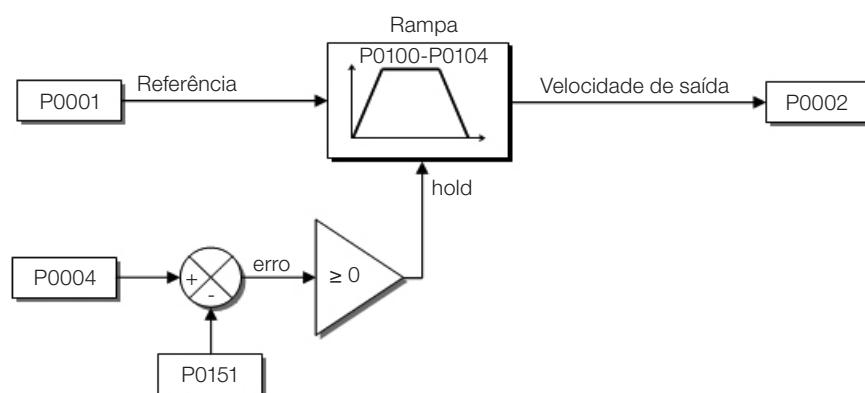
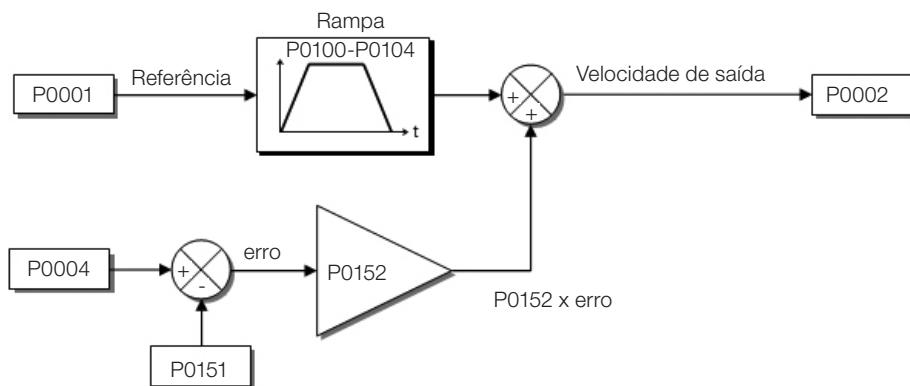
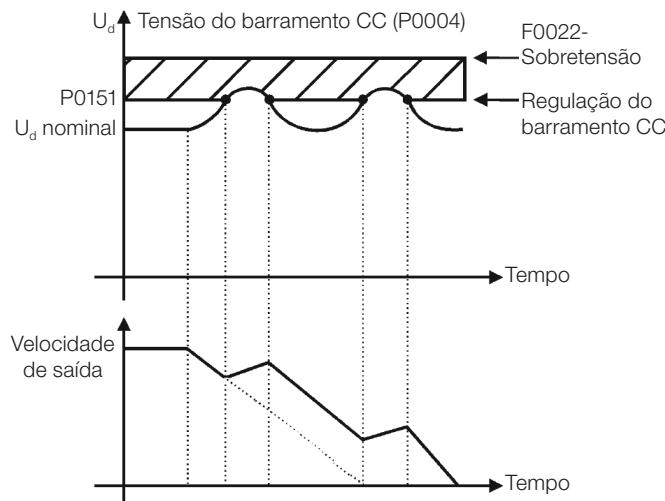

Figura 11.2: Blocodiagrama da limitação da tensão do barramento CC – hold de rampa (P0152 = 0 ou P0152 = 2)
Figura 11.4: Blocodiagrama da limitação da tensão do barramento CC – acelera rampa ($P0152 = 1$ ou $P0152 = 3$)
Figura 11.5: Gráfico exemplo da limitação da tensão do barramento CC – acelera rampa (P0152 = 1 ou P0152 = 3)
- Atuação: a tensão do barramento CC é medida (P0004) e comparada com o valor ajustado em P0151, a diferença entre estes sinais (erro) é multiplicado pelo ganho proporcional (P0152), o resultado é então somado à saída da rampa, conforme Figura 11.4: Blocodiagrama da limitação da tensão do barramento CC – acelera rampa \(P0152 = 1 ou P0152 = 3\) na página 11-6 e Figura 11.5: Gráfico exemplo da limitação da tensão do barramento CC – acelera rampa \(P0152 = 1 ou P0152 = 3\) na página 11-7.
A Figura 11.2: Blocodiagrama da limitação da tensão do barramento CC – hold de rampa (P0152 = 0 ou P0152 = 2) na página 11-5 à Figura 11.5: Gráfico exemplo da limitação da tensão do barramento CC – acelera rampa (P0152 = 1 ou P0152 = 3) na página 11-7 mostram os blocodiagramas e gráficos exemplos.